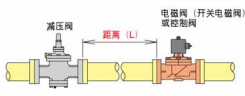

图3. 减压阀与控制阀的距离
9. 在减压阀的二次侧设置电磁阀（开关电磁阀）或控制阀时，电磁阀（开关电磁阀）或控制阀与减压阀之间需留出一定的距离（L）。距离（L）的大致参考标准是：电磁阀（开关电磁阀）为2m以上。标称直径在100以下的控制阀为1m以上，标称直径在125以上的为1.5m以上（请参照图3）。